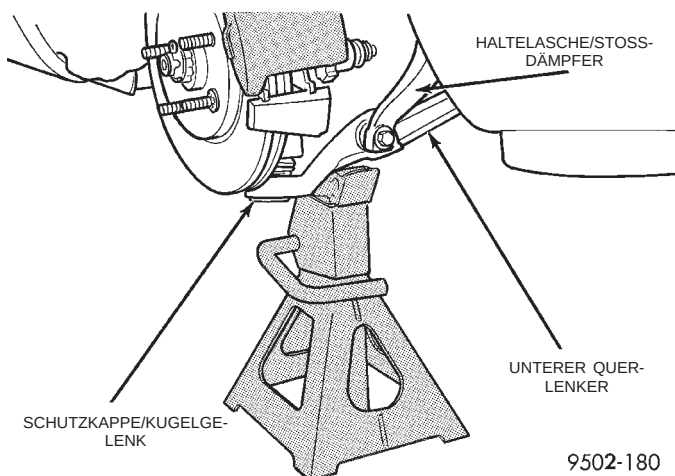

**Abb. 23 Unterer Querlenker korrekt mit Unterstellbock abgestützt**
**ACHTUNG!** Beim Abstützen des unteren Querlenkers den Unterstellbock nicht unter die Schutzkappe des unteren Kugelgelenks stellen. Der Unterstellbock muß wie in (Abb. 23) gezeigt unter dem unteren Querlenker stehen.
(14) Unterstellböcke unter die unteren Querlenker stellen und Fahrzeug absenken (Abb. 23). Das Fahrzeug so weit absenken, daß das volle Fahrzeuggewicht auf den unteren Querlenkern und den Unterstellböcken aufliegt.